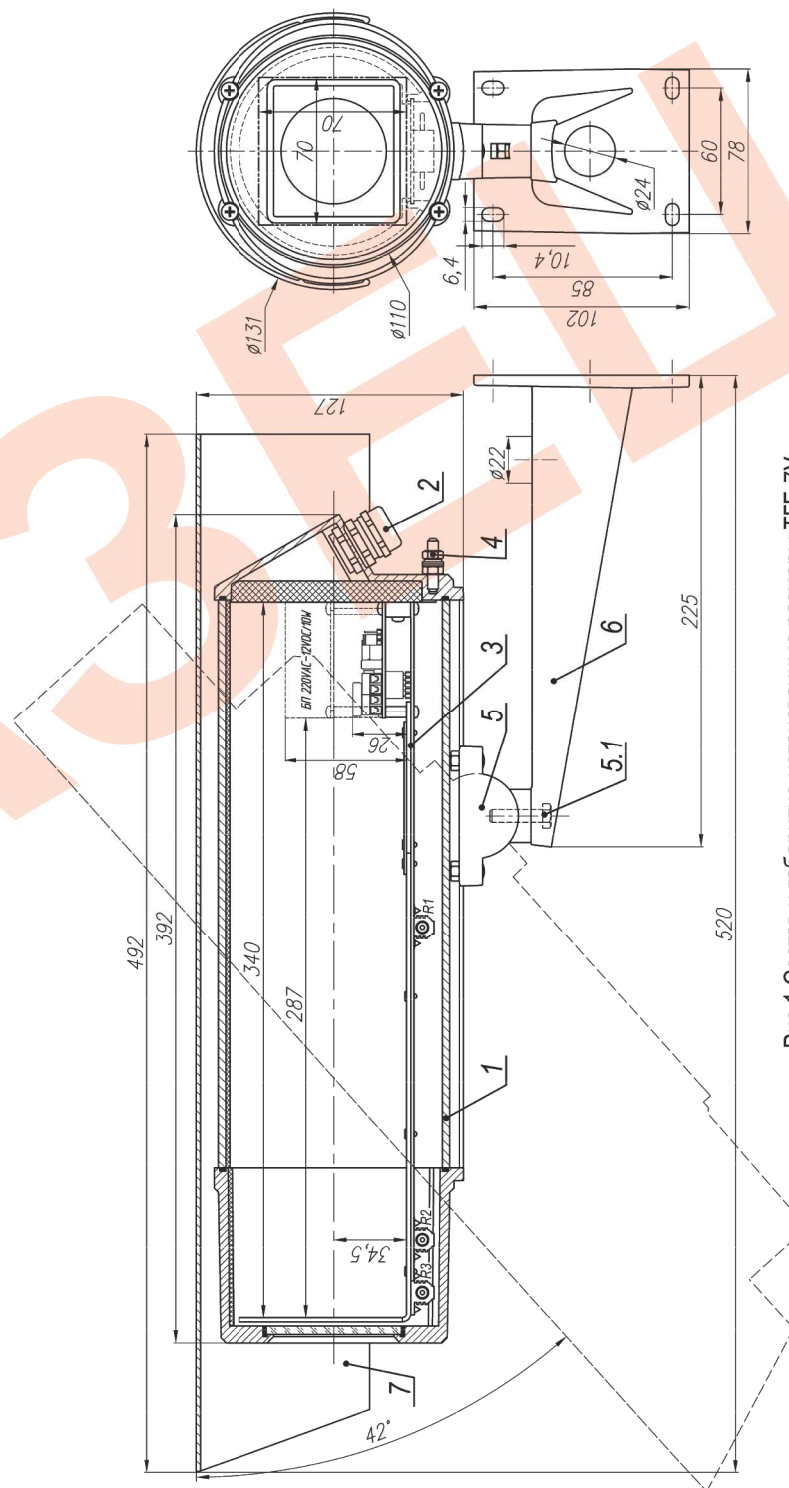

Рис.1 Состав и габаритно-установочные размеры ТГБ-7У
2. Выдвинуть модуль видеокамеры (поз.3 рис.1) из кожуха.
8. Ослабив болт фиксации шарнира (поз.5.1 рис.1), установить гермобокс на нужное направление обзора, после чего надежно зафиксировать шарнир затянув болт.
9. Заземлить гермобокс с помощью болта заземления (поз.4 рис.1).
| 9     | Габаритные размеры                                  | см. рис.1                      |                       |                       |                      |                       |                       |
В состав изделия входят (см. рис.1):